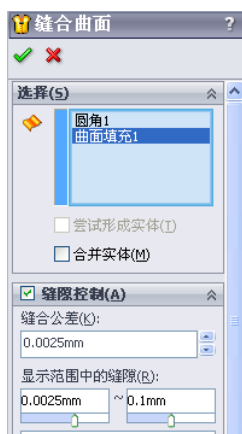

图 9-91 “缝合曲面”属性管理器
(13) 缝合曲面。选择菜单栏中的“插入”→“曲面”→“缝合曲面”命令，或者单击“曲面”工具栏中的（缝合曲面）按钮，此时系统弹出如图 9-91 所示的“缝合曲面”属性